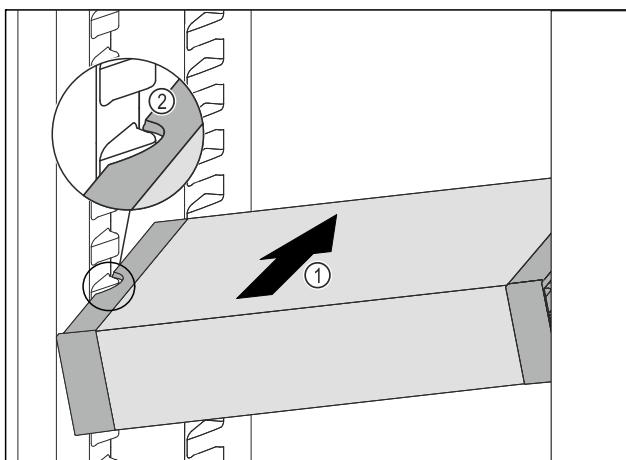

Fig. 69
- Zasuňte VarioSafe do chladničky pod úhlem tak Fig. 69 (1), aby vybrání na bocích Fig. 69 (2) VarioSafe byla na úrovni žebrování na nádoby v chladničce.